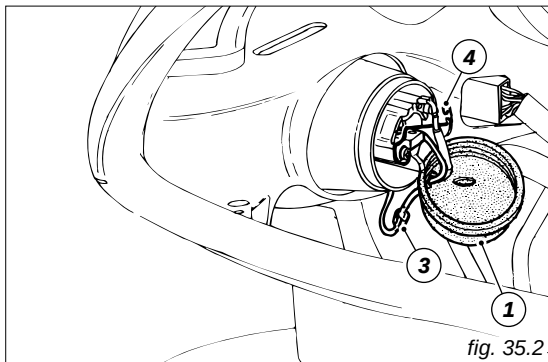

fig. 35.2
Lampada abbagliante lato sinistro (fig.35.2): scollegare la spinetta (3) del cavo lampada bianco dal cablaggio anteriore; scollegare la cuffia in gomma (1) dal corpo proiettore e sfilare il cavo lampada.
Inserire le linguette guida della base lampadina nelle sedi corrispondenti per ottenere l'esatto orientamento. Agganciare l'estremità della molletta (4, fig.35.2) ai supporti del corpo proiettore, collegare i cavi precedentemente scollegati e rimontare la cuffia in gomma (1, fig.35.2).